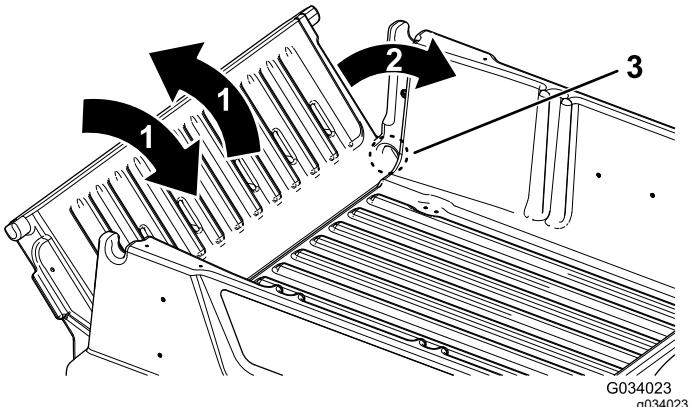

Bild 24
2. Drehen Sie die Heckklappe auf eine ungefährre Stellung von 45° (Bild 24).
3. Drehen Sie die Heckklappe mehrmals mit kurzen, schüttelnden Bewegungen (Bild 24).